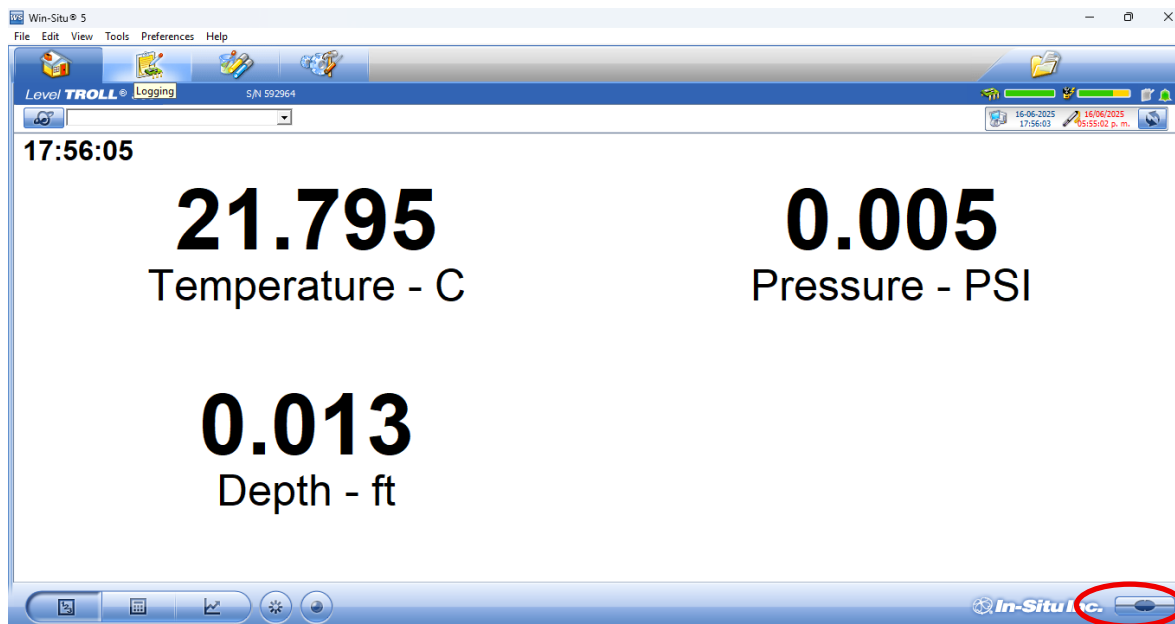

Figura 3: Conexión mediante software con LT500.
- Conecte el sensor al notebook mediante el cable USB suministrado, luego presionar en el botón de conexión (Figura 3).
C) Después de unos segundos se verán reflejados los parámetros de temperatura presión y profundidad (Figura 3).